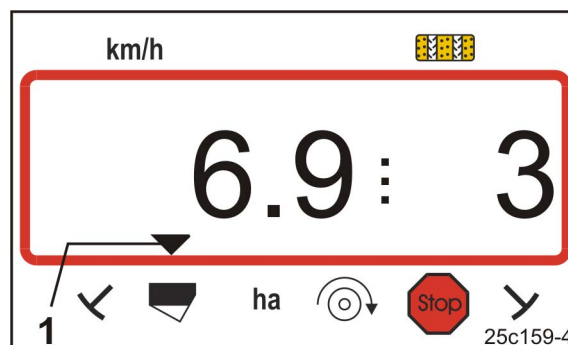

Рис. 195
- контрольный символ (Рис. 195/1) отмечает значок уровня наполнения в AMALOG⁺;